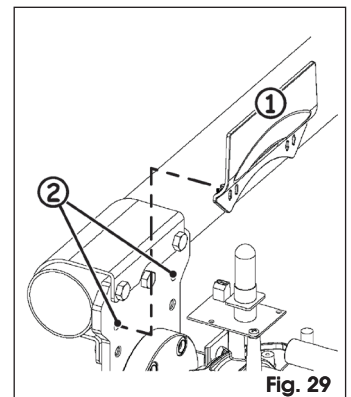

Fig. 29
- Zet de onderkant van de behuizing van de armhouderplaat, Fig. 29 ref. ①, op zijn plaats door hem in de twee vrije gaten op de plaat te haken, Fig. 29 ref. ②.